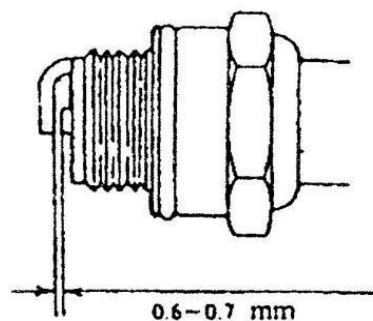

Fig. 16
- (1) După lucrul zilnic, spală filtrul de aer, pentru că dacă substanțele chimice se lipesc de burete, puterea motorului se va reduce. Acordă o atenție deosebită acestui aspect!
- (2) După ce buretele a fost spălat cu benzină, acesta trebuie să fie pus înapoi.
- (3) Intervalul corect între electrozii bujiei ar trebui să fie de 0.6-0.7mm, verifică-l frecvent, dacă este prea mare sau prea mic, ajustează-l - așa cum este ilustrat în fig.16.
- (4) Bujia de aprindere compatibilă cu acest aparat are simbolul 4106J. Nu folosi alte modele. Dacă trebuie să înlocuiești bujia, o poți cumpăra de la un service de echipamente de grădină sau de la un magazin de unelte agricole sau de grădină.